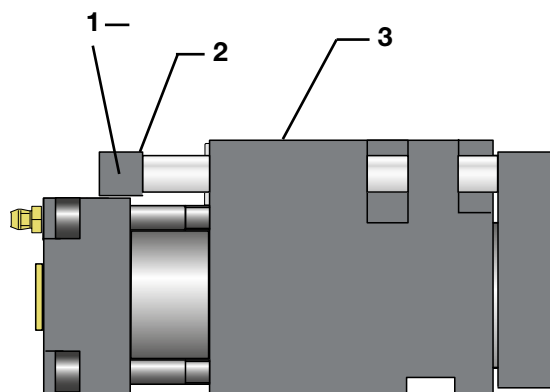

Figure 19:
10.2 Coulisseau de pliage et coulisseau porte-outil compact (Fig. 19)